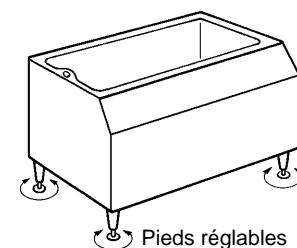

Fig. 4
2) Placez le bac de stockage à l'emplacement désiré et veillez à ce qu'il soit nivelé. Voir Fig. 4.